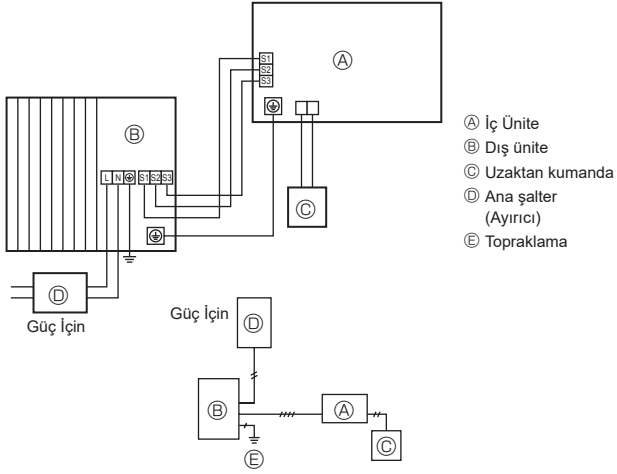
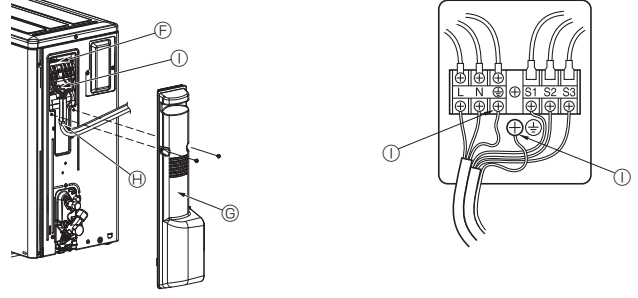

Fig. 6-1
Fig. 6-2
### 6.1. Dış ünite (Fig. 6-1, Fig. 6-2)
- ① Servis panelini sökün.
- ② Fig. 6-1 ve Fig. 6-2'ye bakarak kabloları bağlayın.